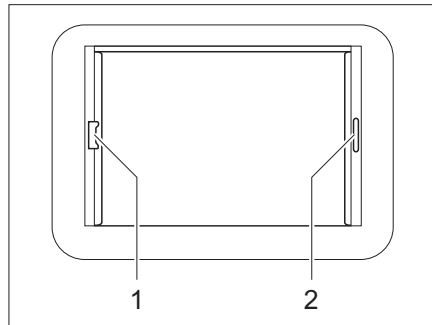

Bild 50 Heki-Dachhaube, Rollo-Verriegelung
- Faltverdunklung am Griff (Bild 50,2) ausziehen und an gewünschter Position loslassen. Die Faltverdunklung bleibt in dieser Position stehen.
- Insektenschutzrollo am Griff (Bild 50,1) zum gegenüberliegenden Griff der Faltverdunklung (Bild 50,2) ziehen und einrasten lassen.
- Griff des Insektenschutzrollos hinten nach oben drücken und Insektenschutzrollo an der Faltverdunklung (Bild 50,2) aushängen.